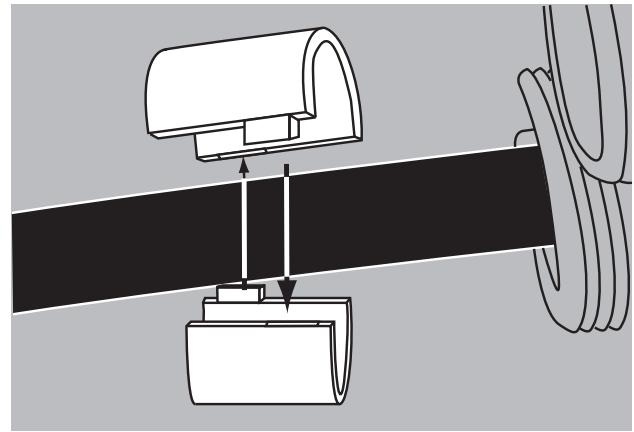

FIGURA 10
10. Seleccione la arandela selladora para las tapas de cable expreso. (Figura 10)